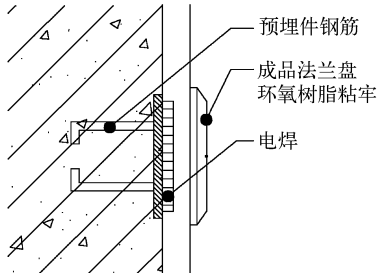

图 5-77 引线对齐
5) 在功能区“默认”选项卡内选择“注释”面板中的“对齐”按钮，将添加的多重引线对象对齐，结果如图 5-77 所示。